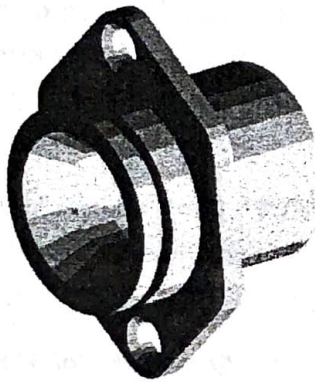

Рис. 16
30. Сохраните готовый файл (рис. 16).